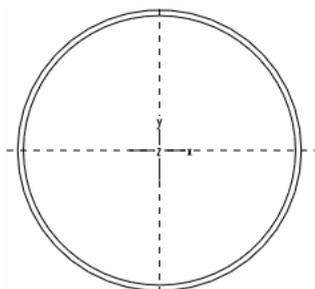

图 33-7
- (5) 单击【草绘视图】菜单中的【缺省】选项，系统进入草绘工作环境。
- (6) 使用草绘工具栏中的  建立一参照坐标系，如图 33-7 所示。